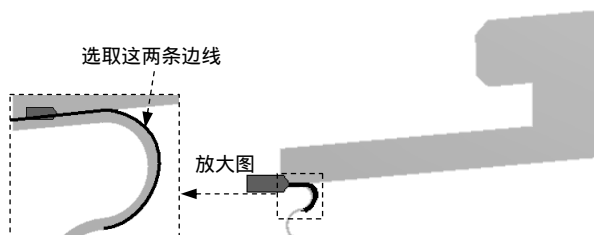
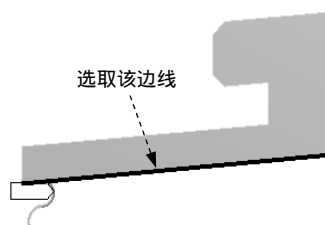

图 9.7.18 定义接触对象
图 9.7.19 定义目标对象
(2) 定义接触对象和目标对象。在图形区选取图 9.7.18 所示的模型边线（两条）为接触面对象，然后选取图 9.7.19 所示的模型边线为目标面对象。